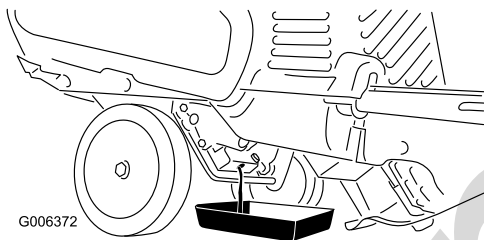

Figura29
3. Plasați o tavă de golire a uleiului sub bușonul de golire a uleiului, scoateți bușonul de golire a uleiului și înclinați mașina în spate și scurgeți uleiul uzat în tava de golire a uleiului (Figura29).